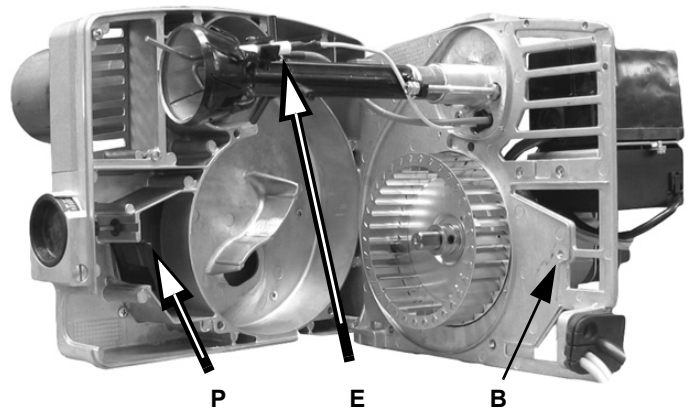

Fig. 20
- 2 Enganchar la placa en uno de los modos indicados en las Fig. 20 y Fig. 12c para facilitar las operaciones de mantenimiento